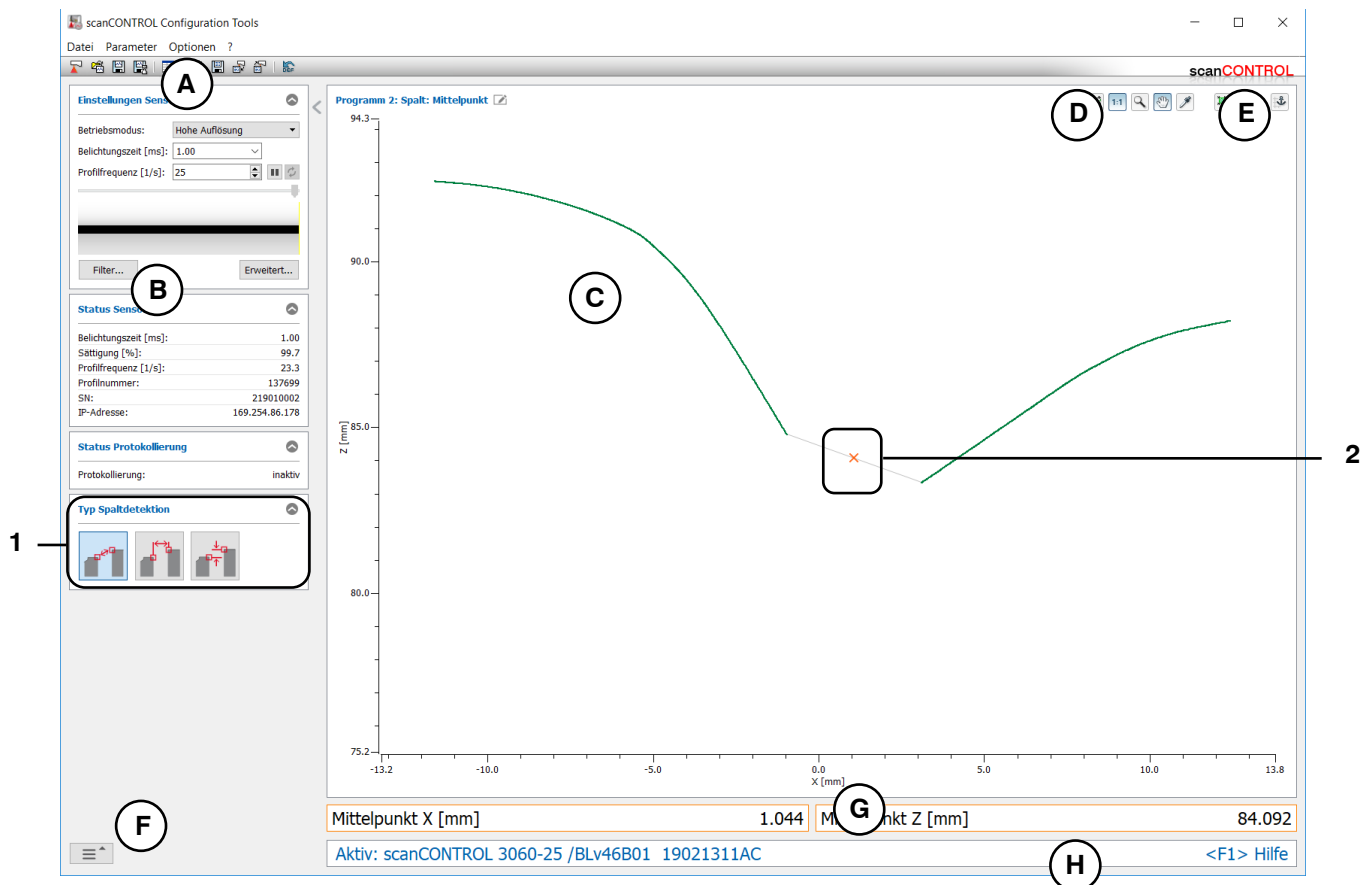

Abb. 4.38: Messprogramm „Spalt Mittelpunkt“
- Definieren Sie den Typ der Spaltdetektion (siehe Abb. 4.38):